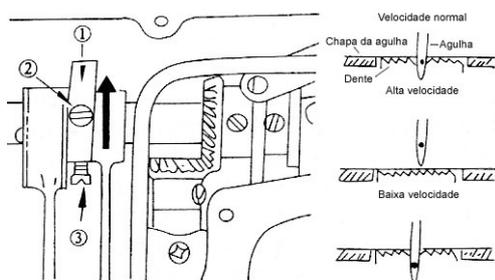

Fig. 18
12. AJUSTE DA ALIMENTAÇÃO (FIG. 18)